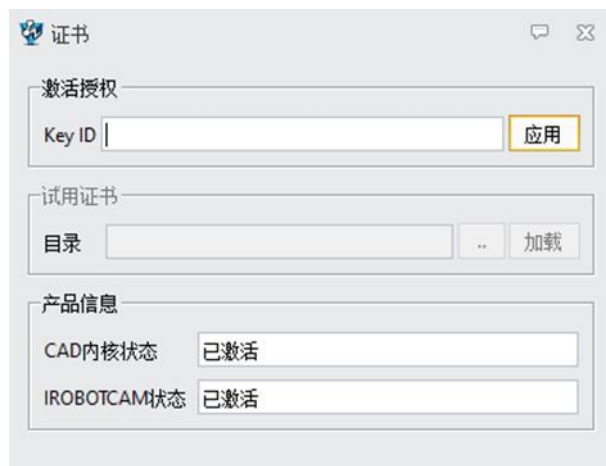

图 1-8：激活授权
- 如果代码有效，"IROBOTCAM" 的状态将更新为 "已激活"。(图 1-8)